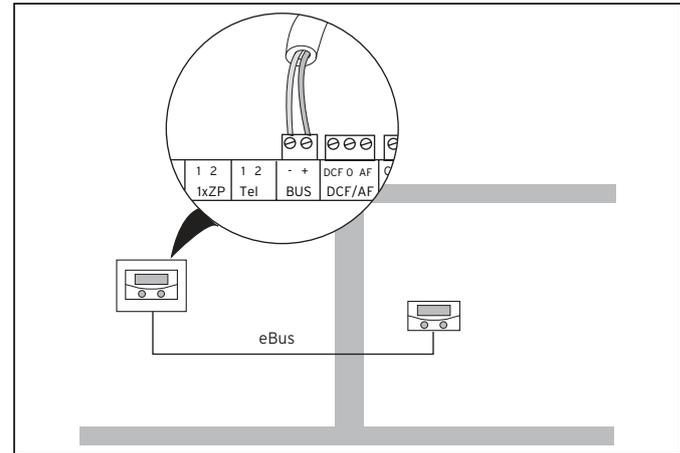

Рис. 4.1 Подключение прибора дистанционного управления
- Согласно рис. 4.1 подсоедините соединительный кабель.
- Установите прибор дистанционного управления (1) на настенной крепежной панели так, чтобы штифты с обратной стороны верхней части вошли в пазы (2).